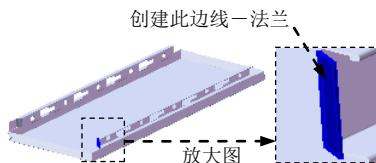
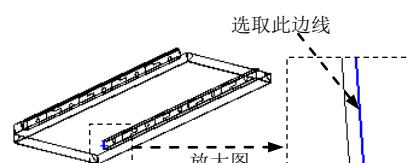

图 17.6.43 创建边线一法兰特征 17
图 17.6.44 定义特征的边线
Step21. 用相同的方法创建另一侧的边线一法兰 17 (图 17.6.43)，边线法兰的边线如图 17.6.44 所示。详细操作过程参见 Step19。